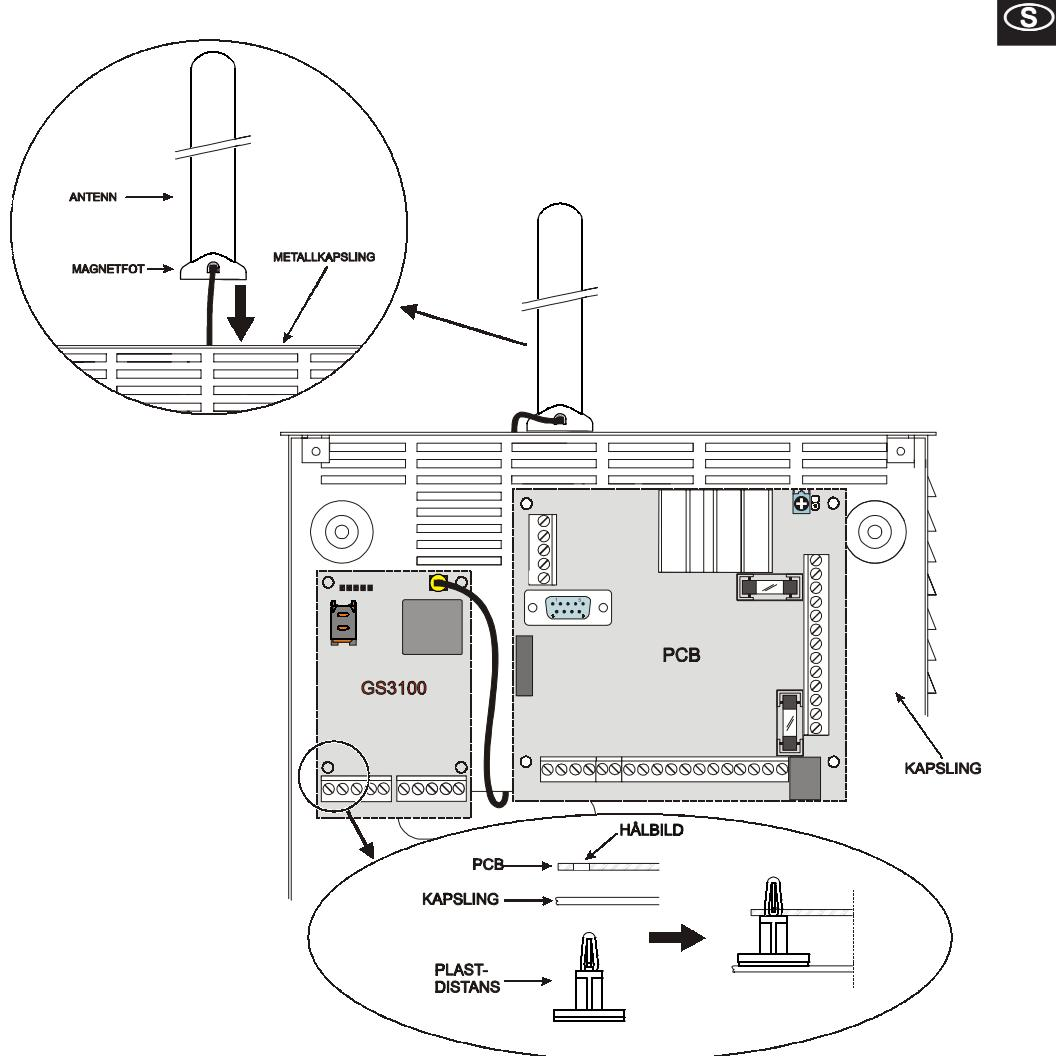

Fig. 2 - Montering i kapsling
- 4a. Placera antennen [1] på ovansidan av kapslingen (Fig. 2) så att magnetfoten [2] fäster.